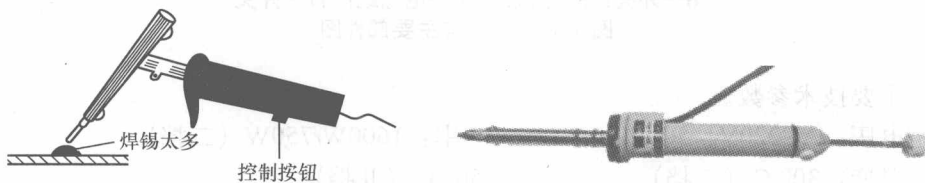
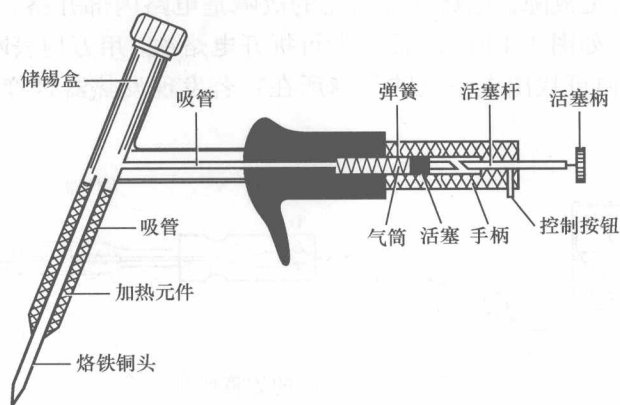

图 1-7 吸锡电烙铁的外形
图 1-8 吸锡电烙铁内部结构示意图
(1) 吸锡器是无损拆卸元器件时的必备工具。吸锡器的原理是利用弹簧突然释放的弹力带动一个吸气筒的活塞向外抽气，同时在吸嘴处产生强大的吸力，从而将焊点处液态的焊锡吸走。
(2) 吸锡电烙铁的外形及内部结构如图 1-7、图 1-8 所示。